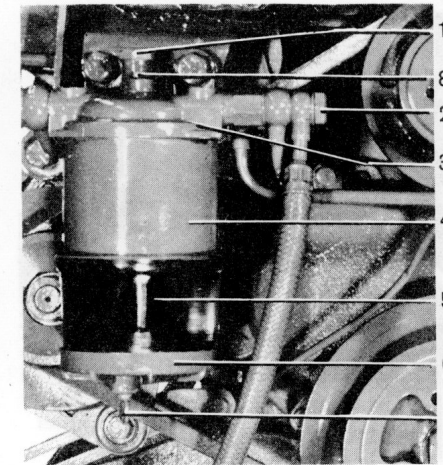
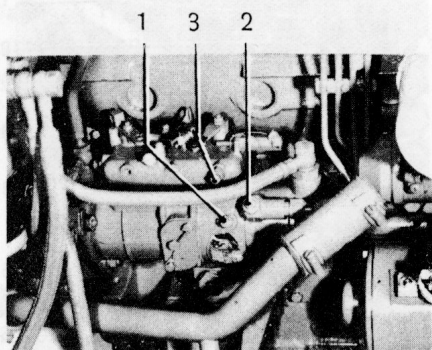

Fig. 28. Finfilter och vattenavskiljare
Fig. 29. 4-cyl. motor
Kontrollera varje dag före start om vatten har samlats i behållarens botten. Om så är fallet tappas detta av genom dräneringskranen (7 fig. 28). Lufta därefter systemet (se punkt 12).
Byte av finfilter skall göras var 100:e driftstimme, dock minst en gång per säsong. Rengör hela filterhuset noga utvändigt. Demontera centrumskraven på locket och tag ned behållare och filter (se fig. 28). Rengör behållaren noga invändigt. Kontrollera att packningarna är hela. Montera ett nytt filter. Lufta bränslesystemet (se punkt 12).
Öppna luftningsskruven (1 fig. 28) på finfiltret. Handpumpa med matarpumpen tills bränsle utan luft erhålles. Drag fast luftningsskruven.
1. Byt ut hålskruven, 2 fig. 28 mot specialskruv, det. nr. 884308 (kan beställas av AB Volvo Penta återförsäljare).
2. Öppna luftningsskruvarna 1, 2 och 3 enl. fig. 29 alt. 30 och 1, fig. 28 samt lossa tryckrörsanslutningarna på insprutarna.
3. Handpumpa med matarpumpen tills bränsle utan luft erhålles vid 1 fig. 28 samt drag fast luftningsskruven. Fortsätt att pumpa tills bränsle utan luft erhålles vid 1 fig. 29 alt. 30. Drag fast skruven.
5. För varvtalsreglaget till fullgasläge. Kör runt motorn med hjälp av startmotorn tills bränsle utan luft erhålles vid 2 fig. 29 alt. 30. Drag fast skruven.
7. Starta motorn. När bränsle kommer vid 3 fig. 29 alt. 30 skall skruven dras fast.